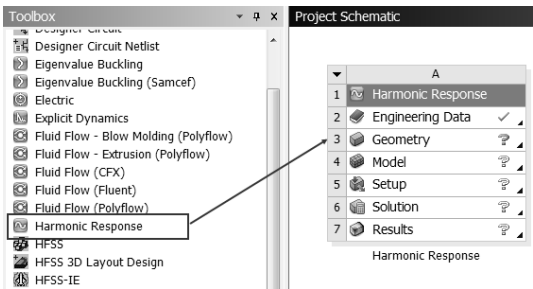

图 7-60 谐响应分析项目
Step1：在主界面中建立分析项目，项目为谐响应分析（Harmonic Response）。双击分析系统中 Harmonic Response 选项，生成谐响应分析项目，如图 7-60 所示。